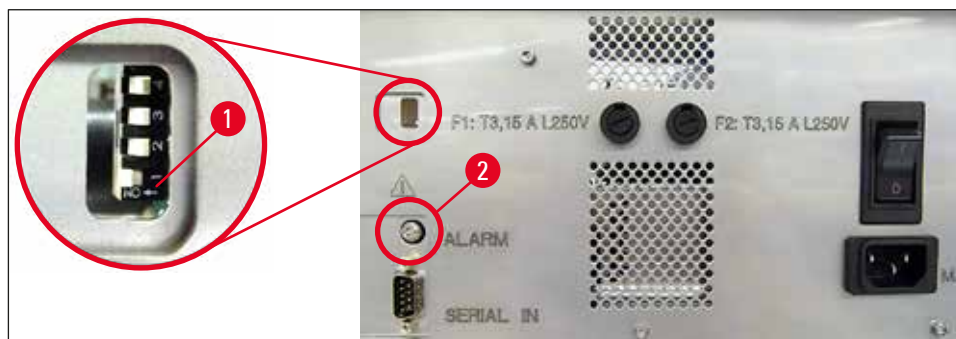

Fig. 45
- » Para desactivar el pitido, empuje el interruptor que está más abajo (→ "Fig. 45-1") hacia la derecha (→ "Fig. 45").